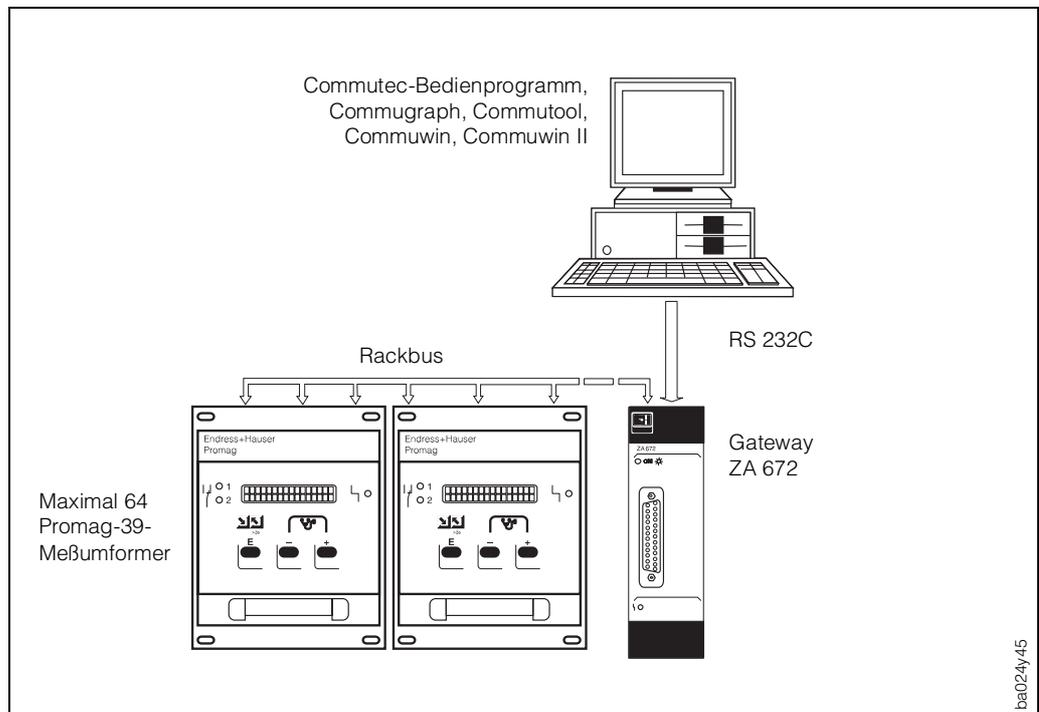

Abb. 41
**Rackbus-Kommunikation** (s. Seite 72, Abb. 41)